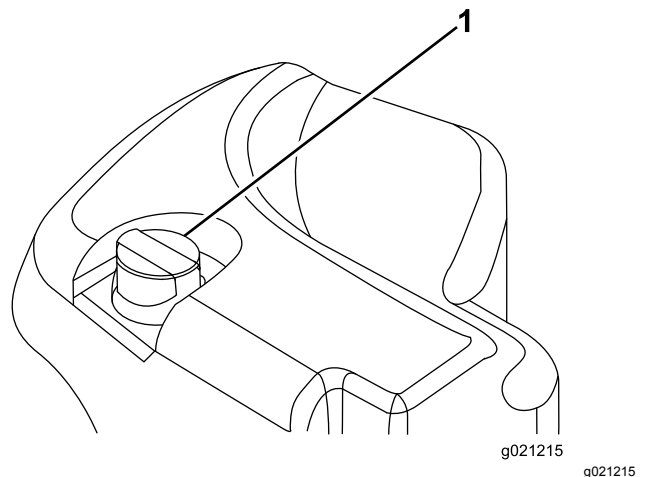

Figura 18
2. Pulite attorno al collo del bocchettone e del tappo del serbatoio idraulico (**Figura 18**).